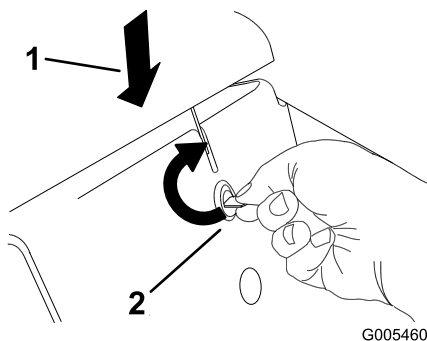

Figura 27
1. Empuje hacia abajo sobre el capó mientras gira el cierre del capó con una moneda o un destornillador en el sentido de las agujas del reloj (Figura 27).